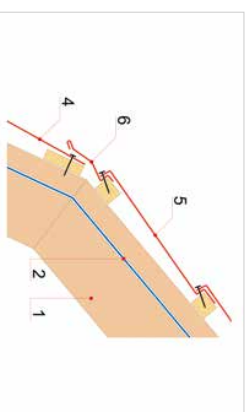

Рисунок 23
5.6.1 На внешнем изломе монтируются карнизные планки ДЕКРА, которые крепятся к брускам шатовой обрешетки, под верхнюю кровельную панель (Рисунок 23).